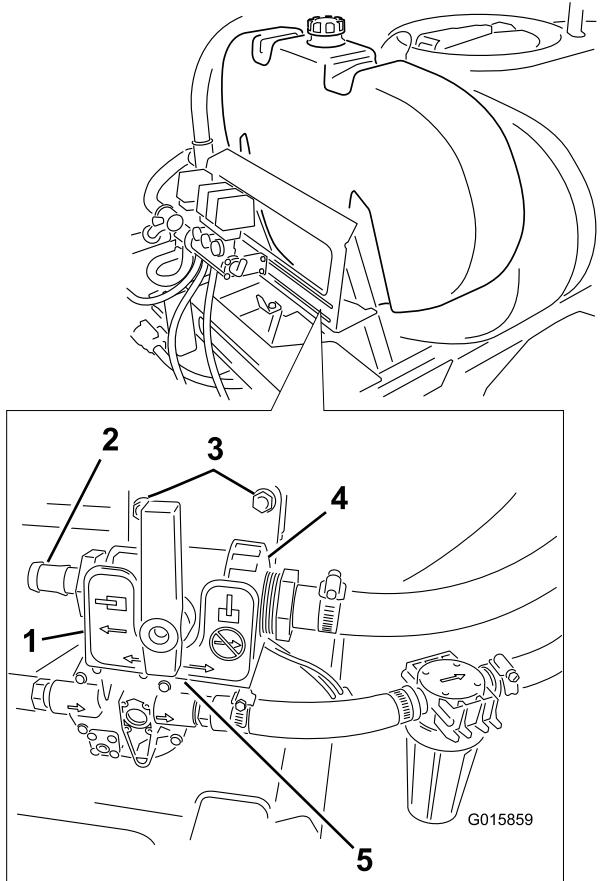

Bild 30
2. Befestigen Sie das Kugelventil mit zwei Sechskantschrauben (1/4" x 3/4") an der Ventilbefestigungshalterung (Bild 30).
3. Befestigen Sie das Kugelventil und die Ventilbefestigungshalterung mit zwei Sechskantschrauben (5/16" x 1") und zwei Bundmuttern (5/16") an der Maschine (Bild 30).